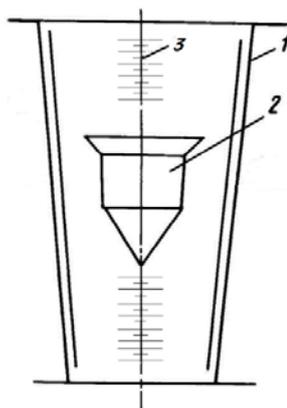
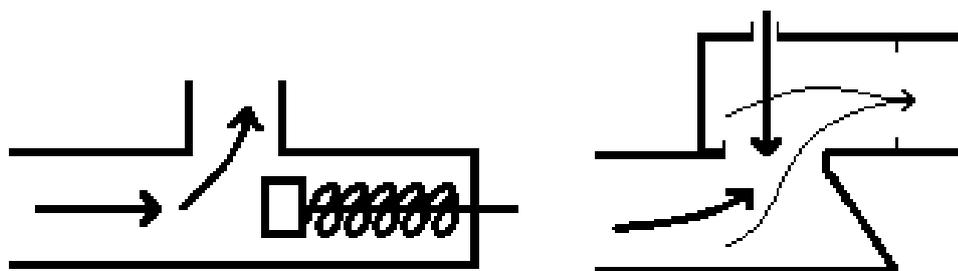

Рис. 38. Поплавковый ротаметр:
Рис. 39. Поршневой и поплавковый ротаметры
Применяемые приборы: *лабораторные* (рис. 38) и *промышленные* (рис. 39) *ротаметры*.
**Радиоизотопные уровнемеры** (рис. 38) применяются в промышленности.